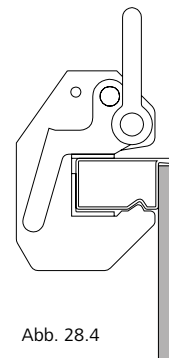

Abb. 28.4
3. Zum Verriegeln Sicherheitshebel wieder in Ausgangsstellung drücken (Abb. 28.4).